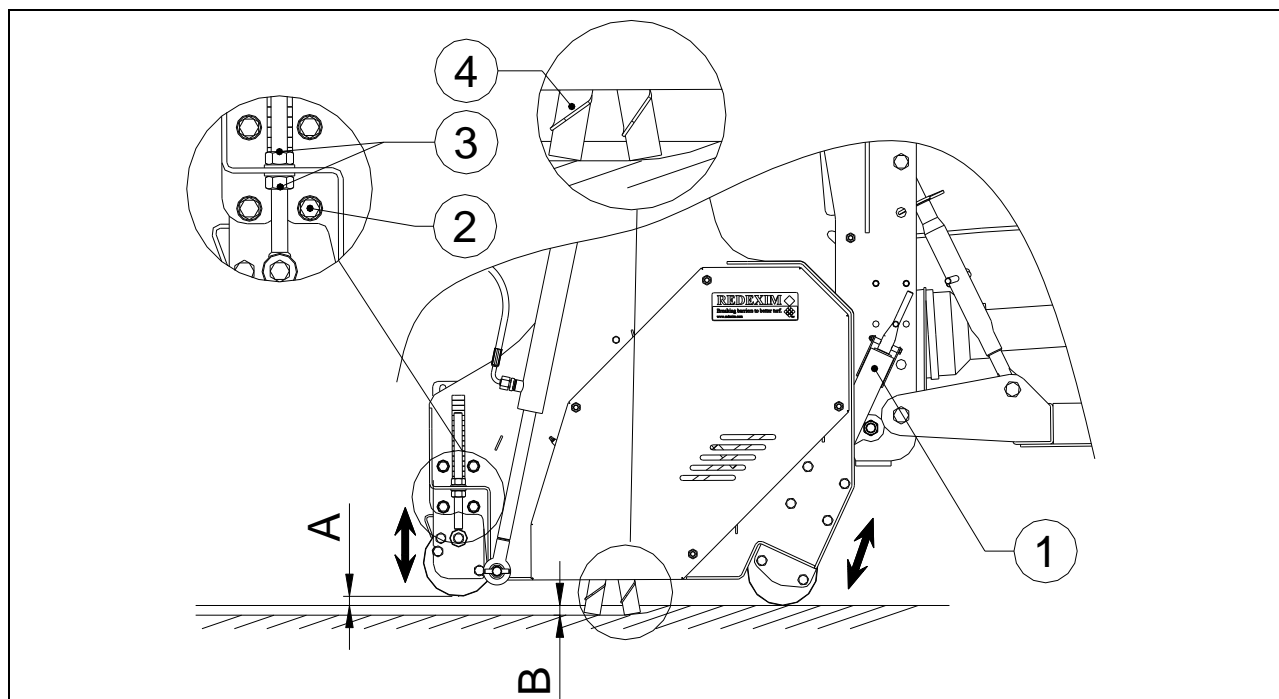

Bild 9
- ⚠ **Om vindflyglar (se bild 9 punkt 4) har installerats, öka aldrig djupet för att se till att vindflyglarna håller sig över ytan. !! Om detta inte efterföljs kan ytan och maskinen få allvarliga skador !!**
Om vindflyglar (se bild 9 punkt 4) har installerats, öka aldrig djupet för att se till att vindflyglarna håller sig över ytan.
5. (Se bild 9) Lossa på de två bultarna på båda sidor av maskinen och justera bakrollernas genom att använda tre muttrar tills avståndet över marken A är 10mm (0.4") och rikta på båda sidor.  Använd markeringsklistermärkena på spindlarna. Detta förhindrar att gräslagret tas bort av huvudet.
6. (Se bild 9) Dra åt muttrarna 3 och bultarna 2 ordentligt.